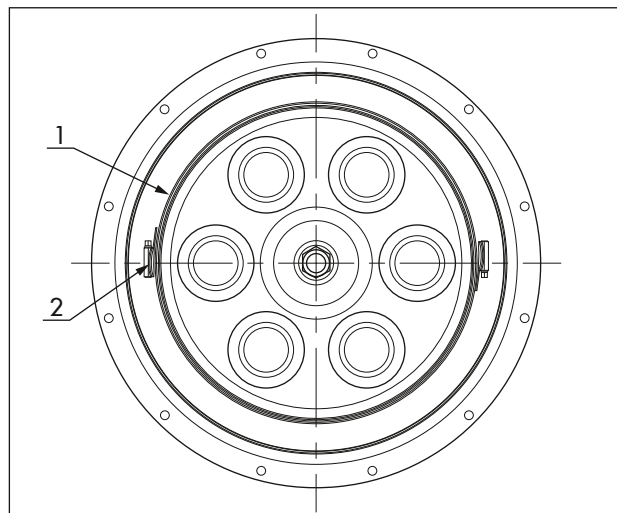

图 14: 对齐软管夹的闭锁
6. 完全打开两个新软管夹 (A6) 并将其贴合在一起以合并成一个完整软管夹 (参见图 14)。
9. 将压缩机 (A19) 对齐放在软管夹闭锁的下方 (参见图 14)。
8. 完全打开两个新软管夹 (A6) 并将其贴合在一起以合并成一个完整软管夹 (参见图 14)。
11. 将压缩机 (A19) 对齐放在软管夹闭锁的下方 (参见图 14)。